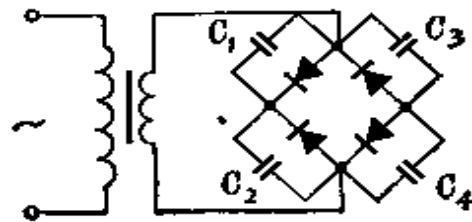

图 12-13
(4) 在二极管的两端并接电容,如图12-13。 $C_1$ 、 $C_2$ 、 $C_3$ 、 $C_4$ 都选用 $0.01\mu\text{F}$ 电容,耐压值应与二极管相同。